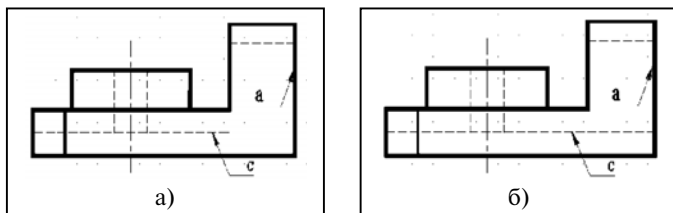

Рис. 6.20. Удлинение отрезка *c* до границы *a* командой «Удлинить»
1. На главном виде удалить вертикальную часть линии невидимого контура при помощи команды «Стереть», (рис. 6.20, а).
2. Удлинить объект (горизонтальную штриховую линию *c*) до граничной кромки *a* с помощью команды «Удлинить» на главном виде (рис. 6.20, б).